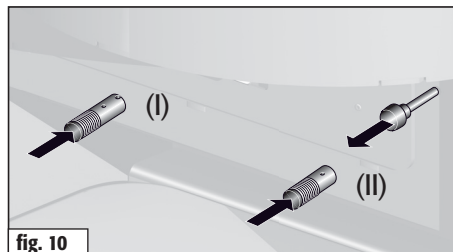

fig. 10
| Primaire lucht toedraaien            | Zet de schuif van de primaire lucht (I) op markering 2. (fig. 10)      |
| Secundaire lucht toedraaien          | Zet de schuif van de secundaire lucht (II) op markering 1-2. (fig. 10) |